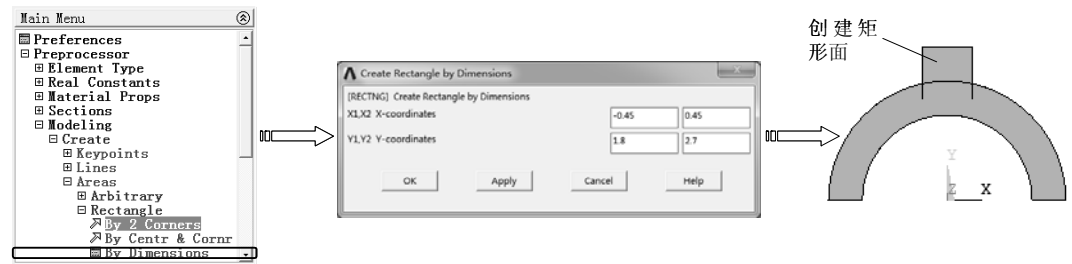

图 7-123 创建矩形面
2) 选择“Main Menu>Preprocessor>Modeling>Create>Areas>Rectangle>By Dimensions”命令，弹出“Create Rectangle by Dimensions”对话框，输入顶点坐标 (−0.45, 1.8)、(0.45, 2.7)，单击“OK”按钮创建矩形面，如图 7-123 所示。